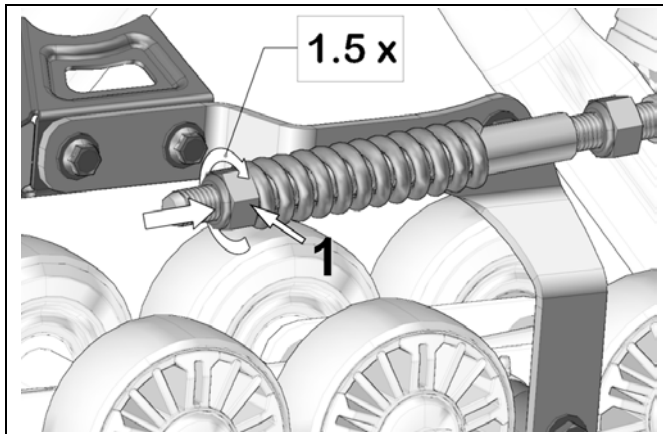

Figure 12
- Tourner l'écrou (1) jusqu'à ce qu'il soit en contact avec le ressort. Comprimer ensuite le ressort en tournant cet écrou 1,5 tour. Voir la Figure 12.